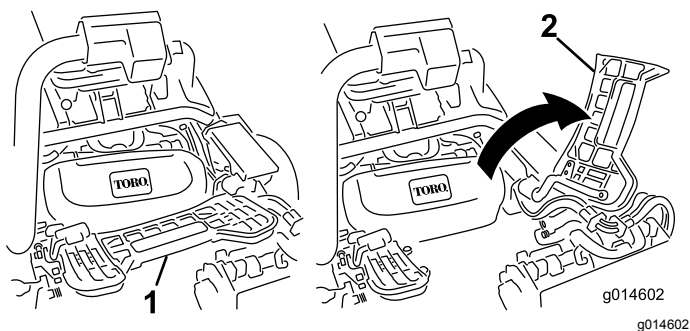

Figura 49
2. Sollevate il poggiapiedi e ruotatelo fino all'apertura, per consentire l'accesso alla posizione dell'apparato di taglio centrale. (Figura 49)